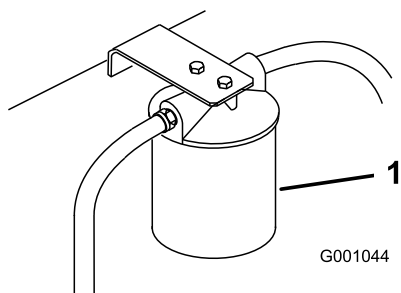

Figura 72
3. Collocate una bacinella di spurgo sotto il filtro, togliete il filtro usato e pulite la guarnizione di riduzione del filtro (Figura 72).